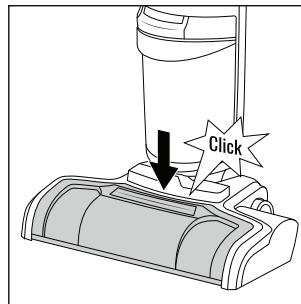

Fig. 42
- ◆ Tryk så sprøjtebeskyttelsen **7** i position igen, indtil den går i indgreb i bunddelen **3**, så det kan høres (se fig. 42).